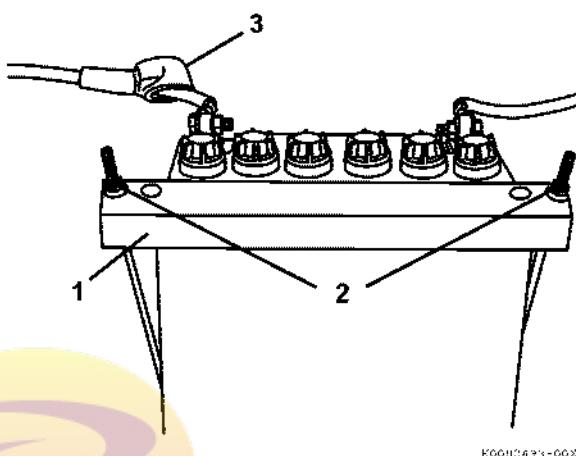

Рис. 40
12. Установите на место прижимную планку (Рис. 40, (1)) , удерживающую аккумулятор.
13. Затяните гайки (Рис. 40, (2)) , чтобы надежно зафиксировать прижимную планку. Не прикладывайте чрезмерных усилий, затягивая гайки.
15. Подсоедините зажим (Рис. 40, (3)) к положительной (+) клемме аккумулятора.